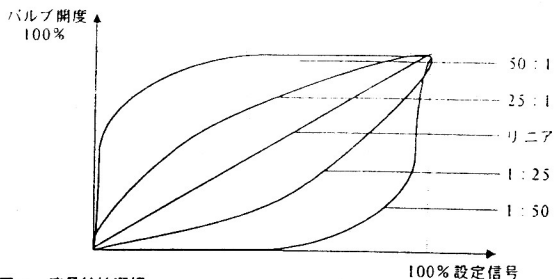

図2 流量特性選択
①「CHARACT」：弁流量特性の選択
- ・リニア(図2)
- ・イコールパーセント(1:25, 1:50, 25:1, 50:1)(図2)